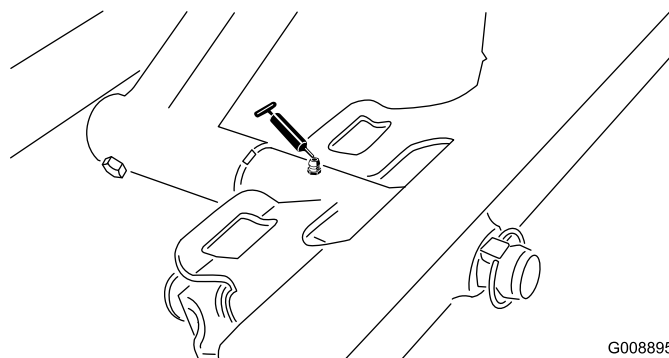

Рисунок 32
- Ось поворота переднего режущего блока (Рисунок 32)